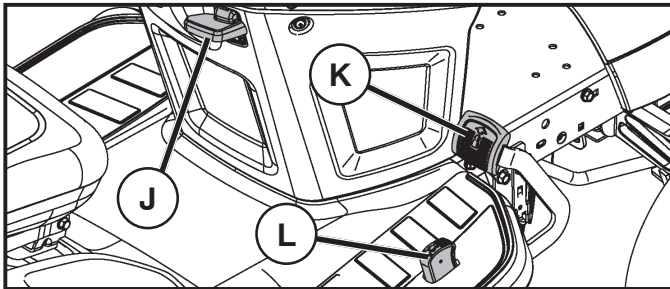

Fig. 8
POUR AVANCER ET POUR RECULER (Voir la Fig. 8)
- Appuyez doucement sur la pédale de marche avant (K) ou sur la pédale de marche arrière (L) pour commencer à vous déplacer. Plus vous appuyez sur la pédale, plus la vitesse au sol augmente.
COMMENT UTILISER LE RÉGULATEUR DE VITESSE (J) (Voir la Fig. 8)